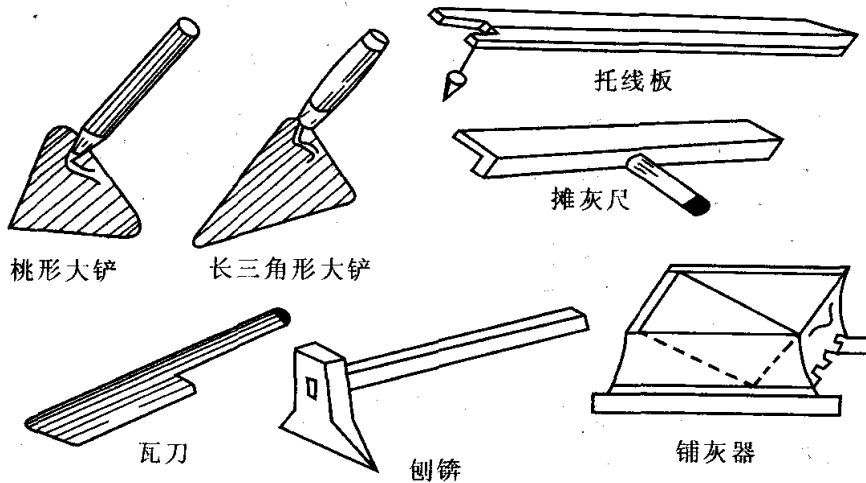

图 5-10 砌砖工具
(1) 技术准备：根据地质资料、施工图纸及标准规范编制施工方案，完成工程测量控制点的定位、移交、复核工作，确定工程材料、机具、劳动力的需求量，完成进场材料的取样复检及砌筑砂浆的试配工作，组织施工人员进行技术、质量、安全、环境等各方面的交底工作。
(2) 材料准备：砌筑用砖应提前进场，若不能一次完成，应保证工程连续进行，且应按强度和外观质量等进行验收，水泥和砂要在砌筑前及时运至现场。
(3) 机具设备：①垂直运输设备，如井架、龙门架、卷扬机、附壁式升降机、塔式起重机等；②砂浆拌制运输机具，如砂浆搅拌机、人工制备砂浆的工具、小车、盛砂浆铁槽(灰斗)或铁板、砖夹具、筛子、磅秤等；③砌筑工具，如大铲、瓦刀、刨锃、摊灰尺、铺灰器、线锤、托线板(靠尺)、皮数杆、准线(挂线)等，如图 5-10；所示；④检测工具，如水准仪、经纬仪、钢卷尺、百格网、水平尺、砂浆试模等。